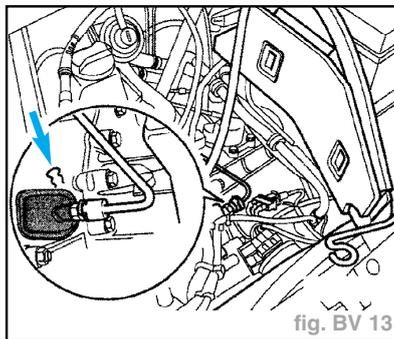

fig. BV 13
- Enfoncez le câble sélecteur (B) sur le levier sélecteur.
- Enfoncez l'agrafe (flèche) du flexible de conduite (fig. BV 13).